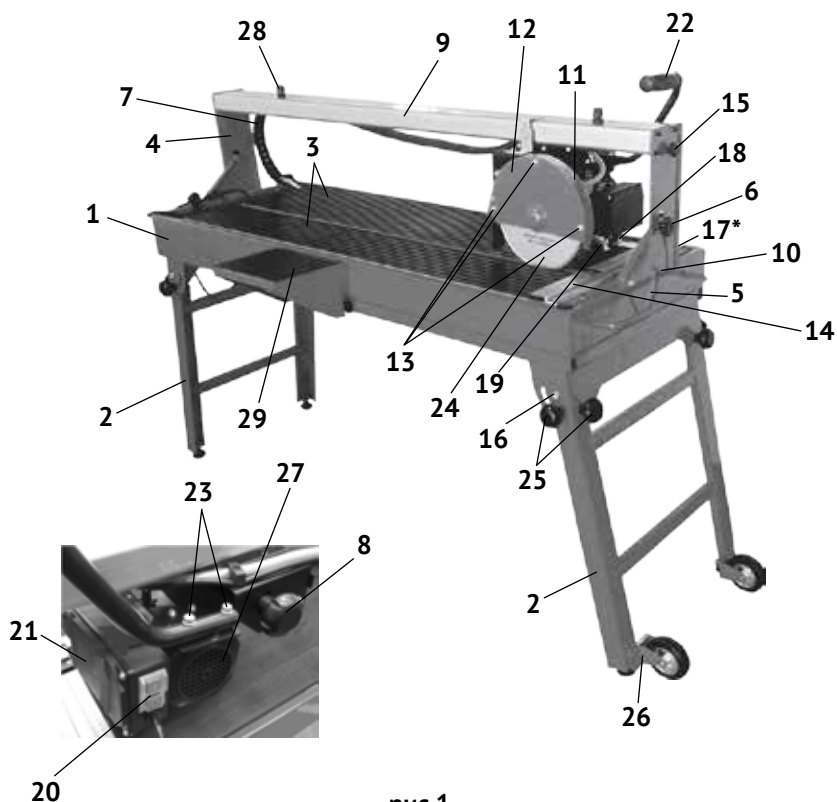

рис.1
1.6 Общий вид и элементы плиткореза представлены на рис.1
1.7 Асинхронный двигатель (рис.1 поз.8) с блоком управления (рис.1 поз.21) и выключателем (рис.1 поз.20) крепится на кронштейне. Кронштейн, за счёт подшипников, перемещает головку режущую (двигатель с блоком управления и отрезным кругом) по салазкам (рис.1 поз.9) вдоль длины рабочего стола (рис.1 поз.3). На вал якоря, между опорным и прижимным фланцами крепится отрезной круг (рис.1 поз.24). Это основной рабочий инструмент плиткореза.
Для удобства обработки габаритных заготовок в комплект поставки входит дополнительный стол (рис.1 поз.29), крепящийся к основанию (рис.1 поз.1) плиткореза.
1.8 Выключатель – магнитный пускатель (рис.1 поз.20) расположен на блоке управления. Он имеет две кнопки: зелёная с символом «I» - включение двигателя и красная с символом «0» - выключение двигателя.
На крышке защитного кожуха (рис.1 поз.12) стрелкой указано направление вращения круга.
Плиткорез поставляется полностью собранным, за исключением стоек (рис.1 поз.2), не прикреплённых к основанию, дополнительного стола и рукоятки режущей головки (рис.1 поз.22).
- прикрутить двумя винтами (рис.1 поз.23) рукоятку (рис.1 поз.22) к кронштейну двигателя;
- закрыть отверстие в поддоне (рис.1 поз.1) пробкой (входит в комплект поставки) и залить воду так, чтобы заборная часть насоса была полностью погружена в воду.
- проверить шлангоукладчик (рис.1 поз.7) со шлангом, не перекручен, свободно перемещается за головкой режущей;
- закрепить в необходимом положении ограничители (рис.1 поз.26) горизонтального хода головки режущей;
- надёжность фиксации стоек к основанию винтами (рис.1 поз.25);
- ослабить с двух сторон винты фиксации угла наклона (рис.1 поз.6);
- повернуть салазки (рис.1 поз. 9) с головкой режущей на нужный угол, совмещая указатель угла наклона (рис.1 поз.10) с нужным показателем шкалы (рис.1 поз.5);
- зафиксировать установленный угол винтами (рис.1 поз.6).